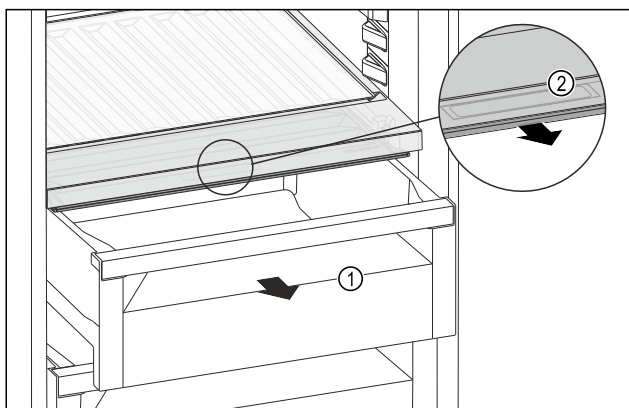

Fig. 172
- ▶ Извлеките выдвижной ящик Fig. 172 (1).
- ▶ Возьмитесь за утопленную ручку Fig. 172 (2) на крышке отделения и одновременно потяните крышку отделения вперед.